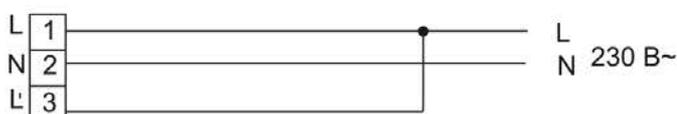
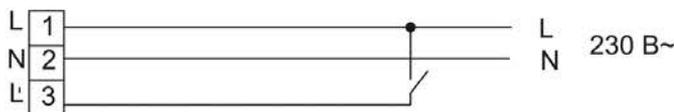

Рисунок 2 – Схема подключения (постоянный режим)
Рисунок 3 – Схема подключения (непостоянный режим)
5.2.2 Постоянный аварийный режим работы (рисунок 2):
- фазный некоммутированный проводник сети – подключить к контактному зажиму (L);
5.2.3 Непостоянный аварийный режим работы (рисунок 3):
– фазный некоммутированный проводник сети – подключить к контактному зажиму (L);
– нейтральный проводник сети – подключить к контактному зажиму (N).
– присоединить подготовленные концы сетевого кабеля к винтовым зажимам клеммной колодки, согласно необходимой схеме (рисунок 2, рисунок 3);